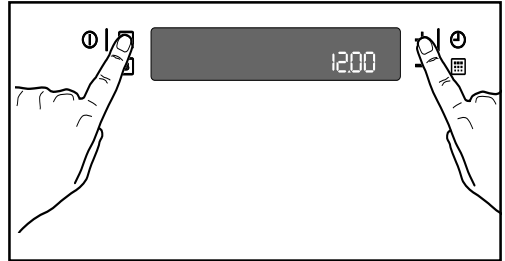

Fig. 17
1. Appuyez sur les commandes  et „+” pendant 3 secondes environ. Le système émettra un bref signal sonore (Fig. 17).